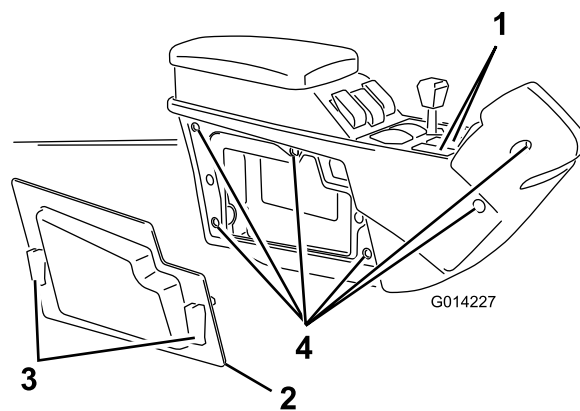

Figura 27
1. Rimuovete i 2 tappi che chiudono i fori degli interruttori del tracciale schiumogeno sul gruppo console centrale (Figura 27).
2. Liberare i 2 attacchi rapidi e rimuovete il pannello laterale dal gruppo console centrale (Figura 27).
3. Rimuovete i 6 bulloni che fissano il coperchio laterale destro al gruppo console centrale (Figura 27).